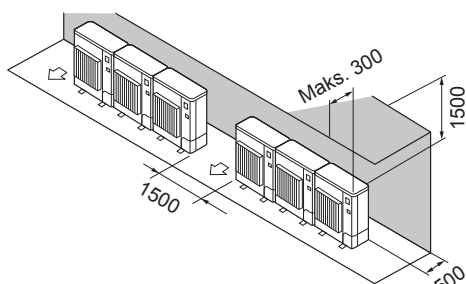

Fig. 2-9
- ② Hindringer kun bak og over (fig. 2-9)